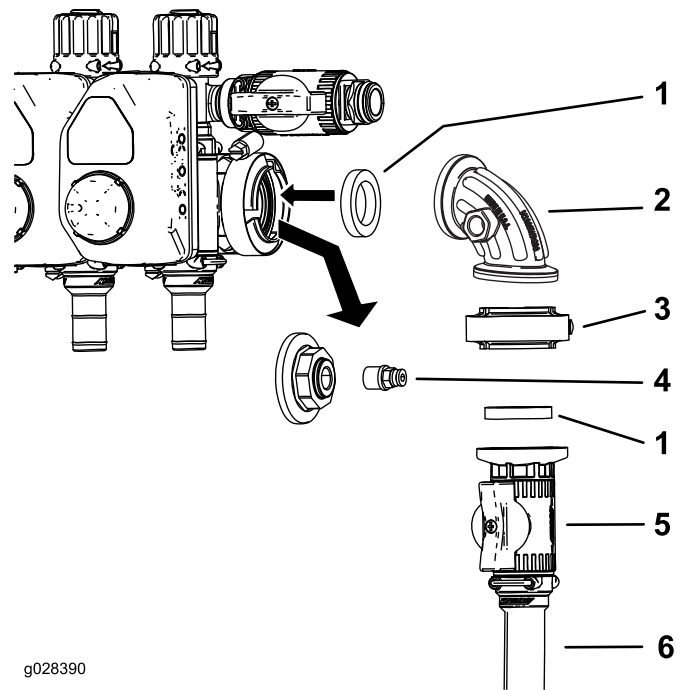
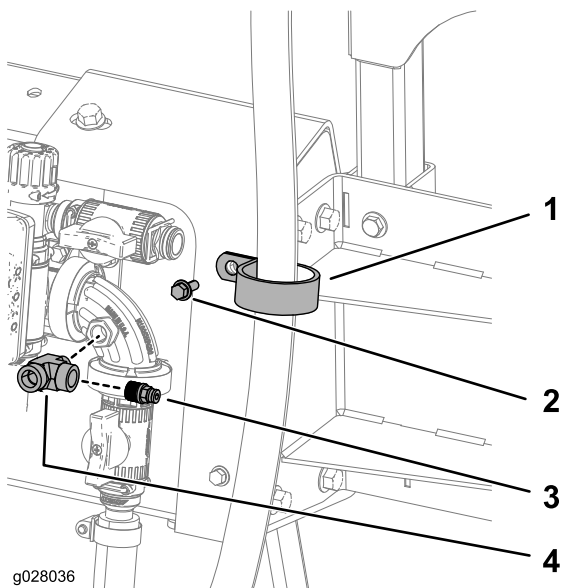

Figura 13
Figura 14
- Desconecte el tapón y el acoplamiento del orificio del manómetro (Figura 13).
- Instale el conjunto de la válvula de control según se muestra en Figura 13.
- Instale el acoplamiento en el orificio abierto del acoplamiento de 90 grados (Figura 13 y Figura 14).
- Conecte la manguera de suministro del carrete de la manguera a la válvula de control con una abrazadera (Figura 13).
- Sujete la manguera (71 pulgadas) al soporte superior con 1 abrazadera en R, 1 perno (1/4-20 x 3/4 pulgada) y 1 tuerca (1/4-20 pulgada), según se muestra en Figura 14.
6. Aplique cinta PTFE a las roscas del acoplamiento en T, y conecte el acoplamiento en T a la válvula de control (Figura 14).
7. Aplique cinta PTFE a las roscas del acoplamiento, y conecte el acoplamiento al acoplamiento en T (Figura 14).